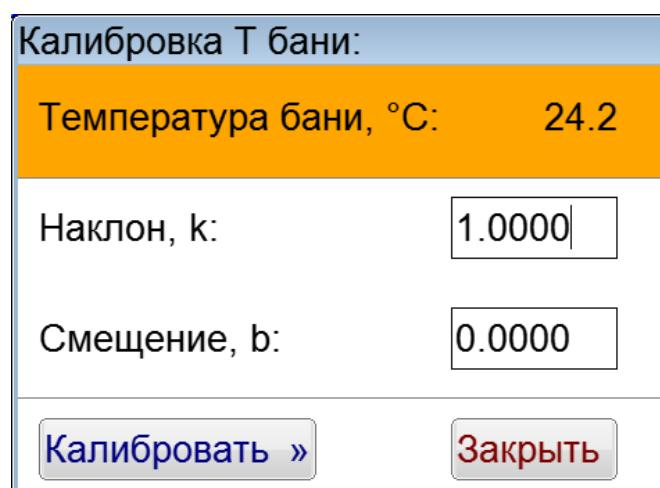

Рисунок 53 – Окно «Калибровка Т бани»
A.7.1 При нажатии кнопки [Калибровка Т бани] откроется окно «Калибровка Т бани» (рисунок 53). В случае необходимости в этом окне можно изменять калибровочные коэффициенты датчика температуры. Для изменения необходимо нажать на числа в рамках, после чего откроется редактор чисел.
A.7.2 При нажатии кнопки [Калибровка Т пробы] откроется окно «Калибровка Т пробы» (рисунок 53). В случае необходимости в этом окне можно изменять калибровочные коэффициенты датчика температуры. Для изменения необходимо нажать на числа в рамках, после чего откроется редактор чисел.